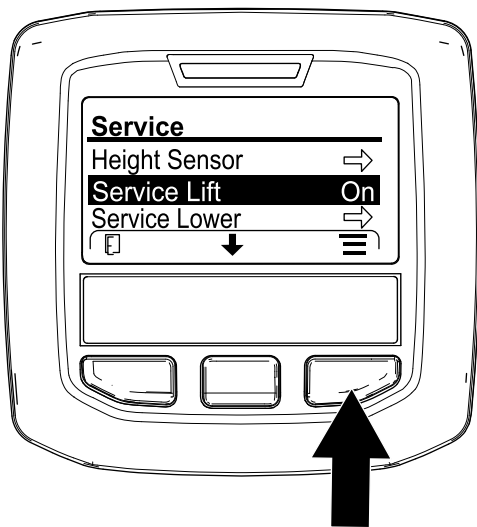

Figura 131
4. Pulse el botón central del InfoCenter hasta que se seleccione la opción SERVICE LIFT (Elevación de mantenimiento) (Figura 131) y pulse el botón derecho.